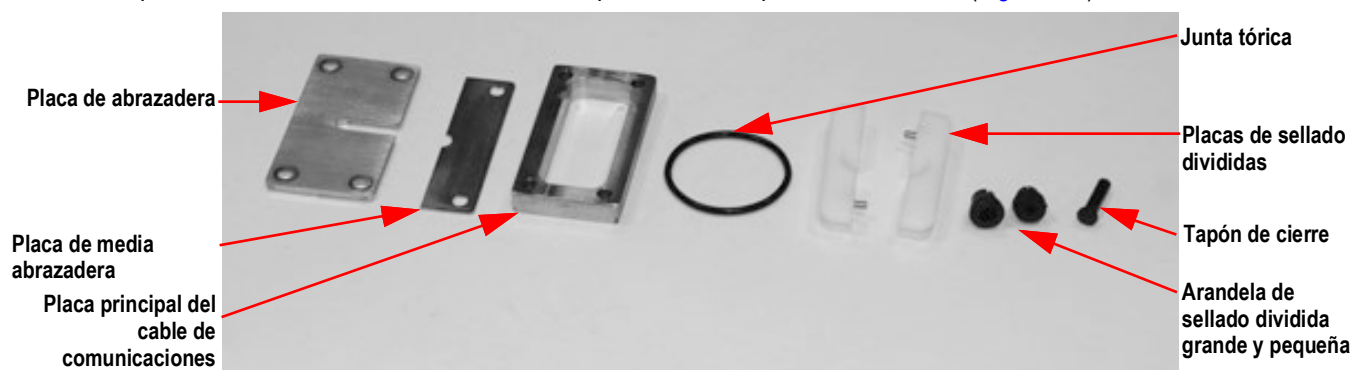

Figura 2-4. Componentes
4. La placa del cable de comunicaciones se compone de varias piezas individuales (Figura 2-4).